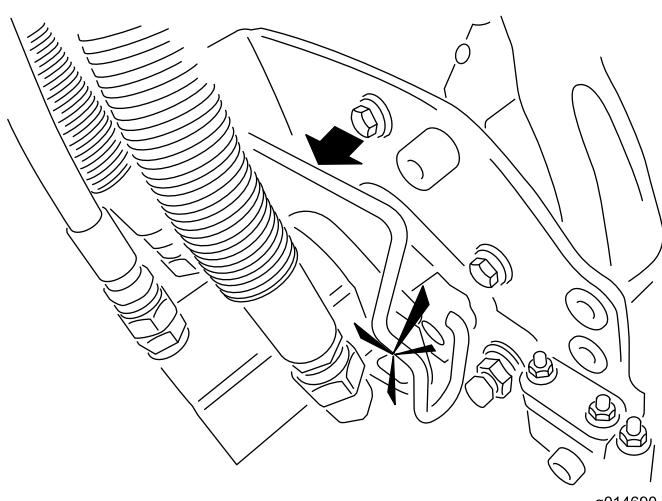

図 35
5. カッティングユニット用モータのスライン・シャフトにきれいなグリスを塗りつける（図 35）。
6. モータを、カッティングユニットの左側（運転席から見て）に取り付け、カッティングユニットについているモータ固定バーを、モータの上から被せるようにセットし、モータの左右から「カチッ」というロック音が聞こえるまで押し下げる（図 35）。